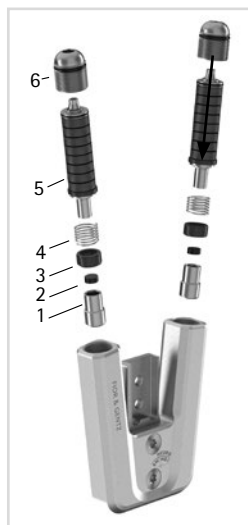

Fig. 18
- 1 Assemblez l'amortisseur de butée/l'amortisseur à joint torique (2) et la douille de guidage (3) avec le piston (1 ; Fig. 18).
- 2 Placez le ressort de pression (4) dessus.
- 3 Insérez le piston (1), y compris les composants modulaires montés (2, 3, 4) dans le canal du ressort.
- 4 Placez l'unité à visser (6) sur le mécanisme de ressort (5).
- 5 Vissez l'ensemble pour l'extension dorsale dans le canal du ressort avant jusqu'à ce que la conception souhaitée de l'orthèse soit réalisée. Le joint torique ne doit plus être visible. Le ressort de pression (4) doit être complètement comprimé.
- 6 Vissez l'ensemble pour la flexion plantaire dans le canal du ressort arrière jusqu'à ce qu'il touche l'étrier de pied modulaire. Le joint torique ne doit plus être visible. Le ressort de pression (4) doit être complètement comprimé. Vous ressentez alors une légère augmentation du couple de serrage. Ne mettez pas les mécanismes de ressort (5) sous tension.